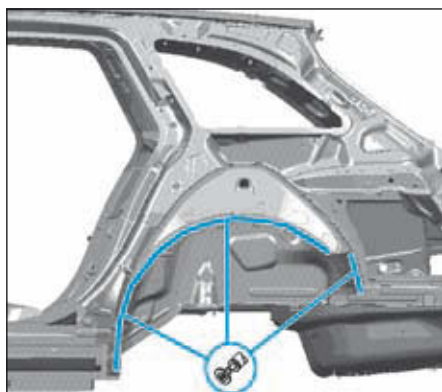

FIG.121
- Poncer à nu les surfaces de collage côté carrosserie (Fig.121).